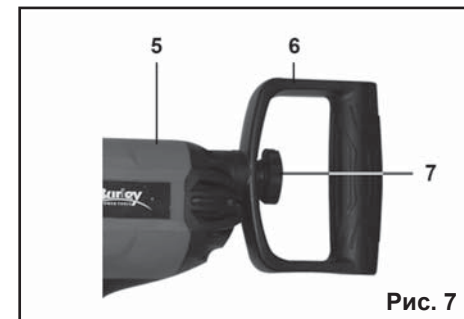

Рис. 7
7.3. Установка задней ручки на ДМЭ-1050/16ЭР (Рис.7).